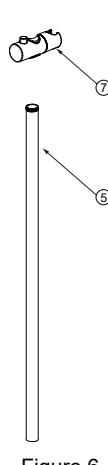

Figure 6
- a) Insérez le curseur ⑦ sur le rail de la colonne montante ⑤ (Figure 6).